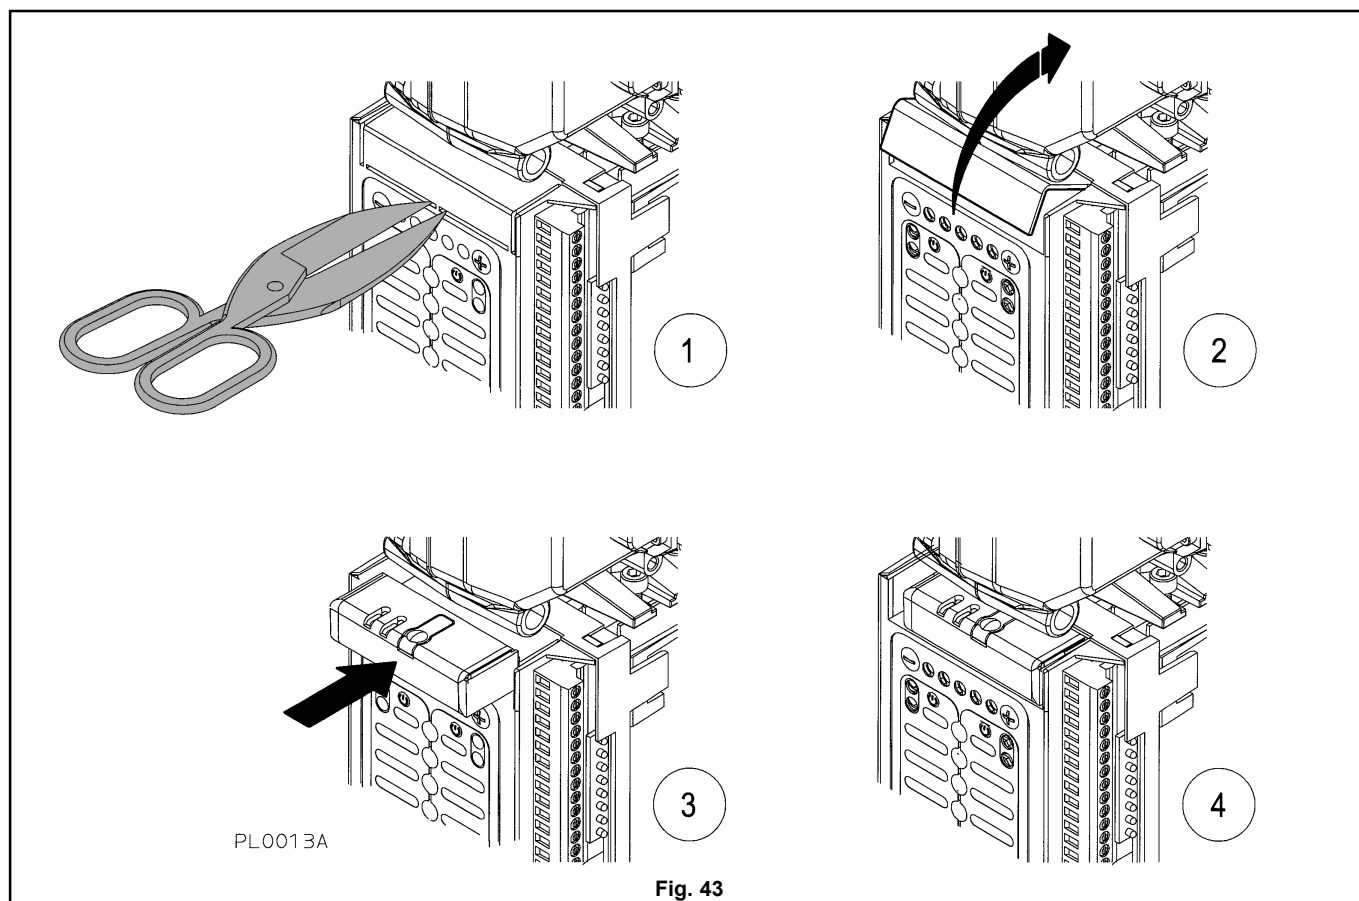

Fig. 43
Le récepteur radio est fourni séparément de l'unité de contrôle qu'il faut pourtant fixer au niveau de son siège en retirant la petite porte (fig. 43) d'accès aux connecteurs, dans la partie haute de l'unité de contrôle.
- A l'aide d'un paire de ciseaux ou d'un cutter, couper les 3 secteurs en plastique qui bloquent le portillon (1 fig. 43).
- Plier le portillon à l'arrière (2 fig. 43) jusqu'à ce qu'elle se sépare de l'unité de contrôle.
- Introduire le récepteur radio (3 fig. 43) en faisant attention à ne pas plier les broches